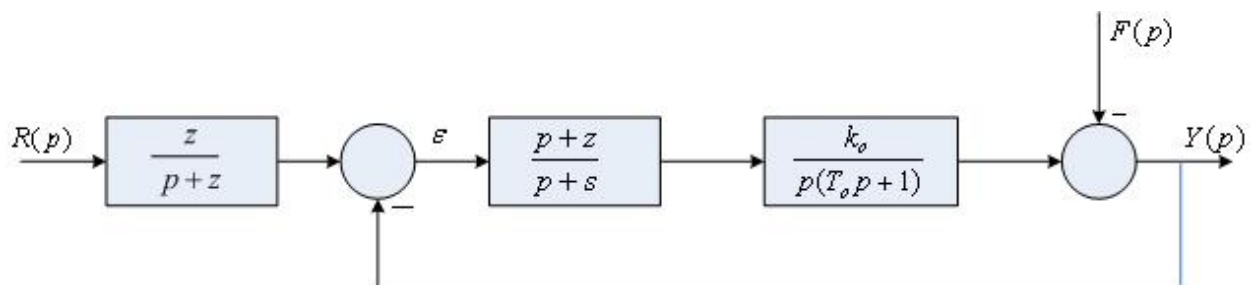

Рис. 5. Структурная схема САУ
4. Настройте параметры регулятора системы с аperiodической реакцией, состоящей из функционально необходимых элементов. Структурная схема системы приведена на рис. 5, исходные данные для первого варианта – в табл. 7.
4. Настройте параметры регулятора системы с аperiodической реакцией, состоящей из функционально необходимых элементов. Структурная схема системы приведена на рис. 5, исходные данные для второго варианта – в табл. 7.
4. Настройте параметры регулятора системы с апериодической реакцией, состоящей из функционально необходимых элементов. Структурная схема системы приведена на рис. 5, исходные данные для третьего варианта – в табл. 7.